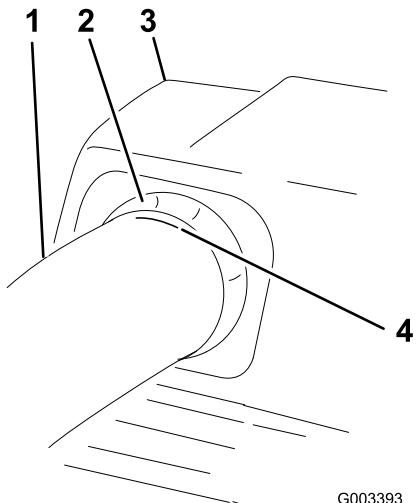

Figure 25
- Lorsque la distance est correcte, marquez l'extérieur du tube supérieur à l'endroit où le joint en caoutchouc dépasse (Figure 25).
11. Vérifiez que le repère de la Figure 25 est toujours là.